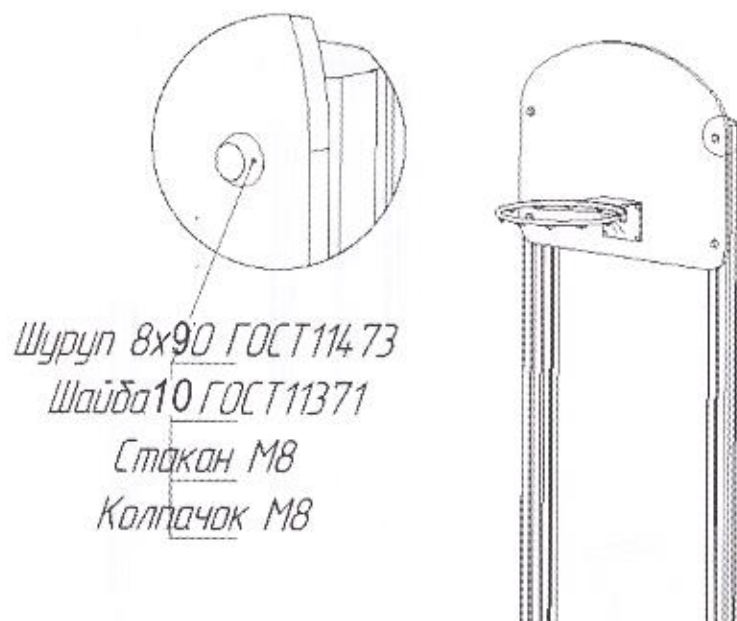

Рис.7
2) До брусів (довжина – 3 м та 2,5 м) приєднати баскетбольні щити (рис.7).